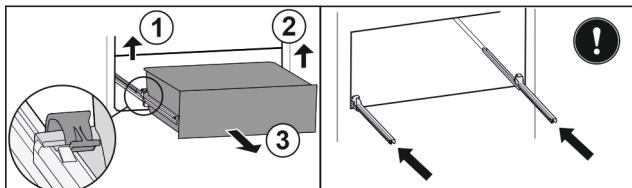

Fig. 126
- Ridicați clema din stânga și trageți concomitent sertarul din stânga spre înainte. Fig. 126 (1)
- Ridicați clema din dreapta și trageți concomitent sertarul din dreapta spre înainte. Fig. 126 (2)
- Extrageti sertarul spre înainte. Fig. 126 (3)